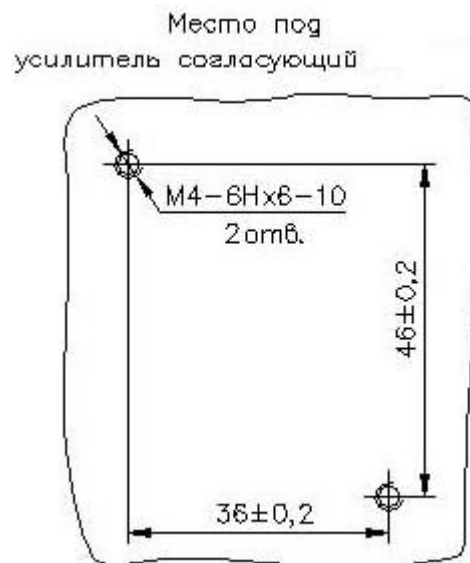

Рис. 8
- Соединить кабелями вторичный блок и преобразователи по схеме соединения, приведенной на Рис. 8 в разделе 4. Кабель для каждого выхода преобразователя должен иметь две жилы, заключенные в экран.